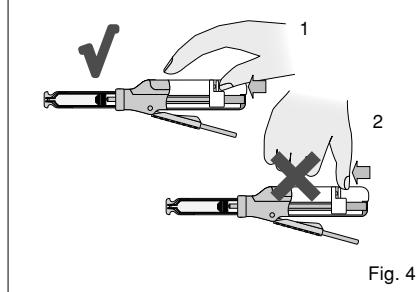

Fig. 4
3) Despues de cargar el cartucho, deslice la palanca de liberación hacia delante hasta que se detenga. (Fig. 4)